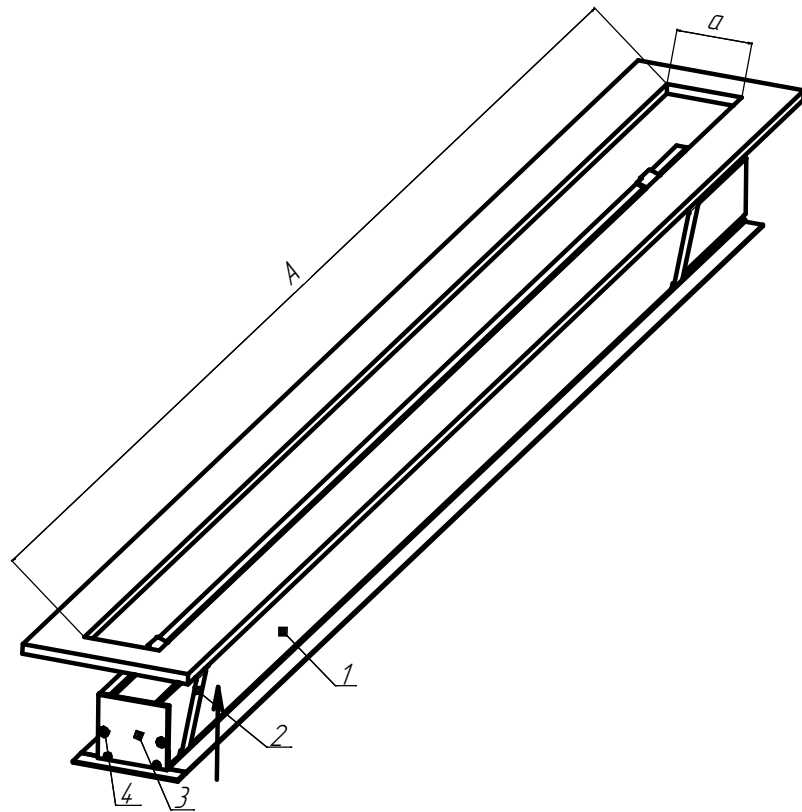
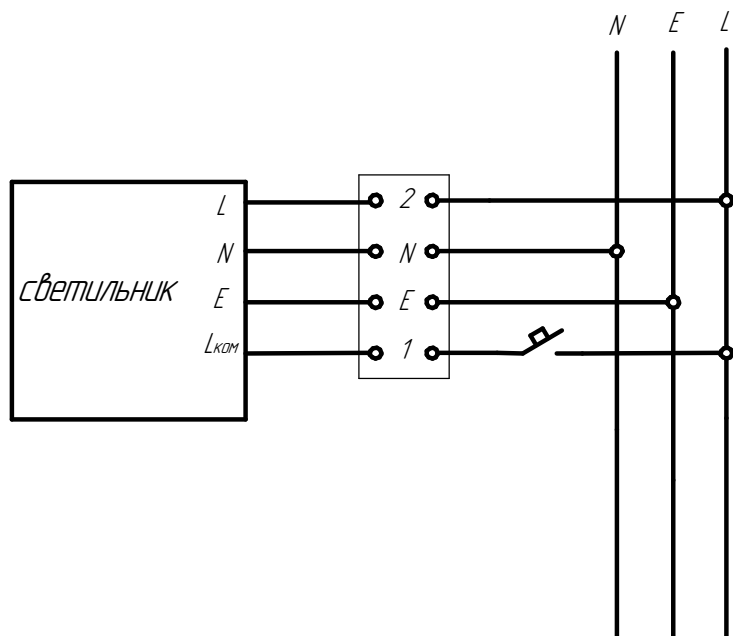
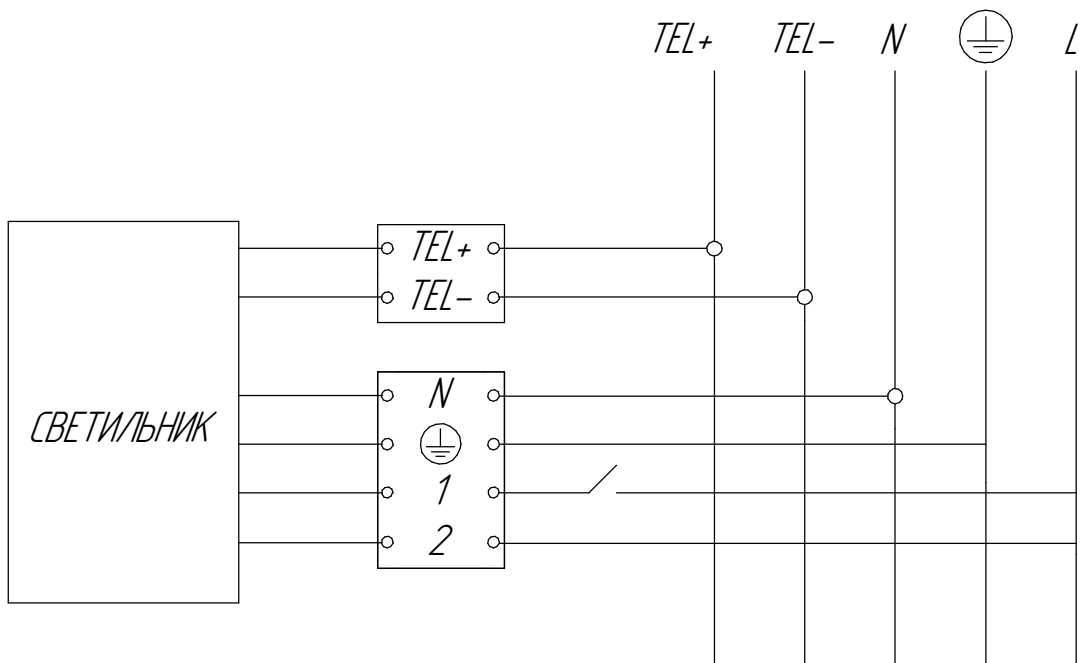

Рисунок 4 - Схема установки светильников в потолок
Рисунок 8 - Схема подключения светильника с БАП к сети.
Рисунок 9 - Схема подключения светильника с БАП с функцией TELECONTROL.
6.3.2 При установки одиночного светильника в потолок необходимо установить крышки торцевые ДВО02 (заказываются отдельно) (см. рисунок 4). Провести сетевые провода через проходной изолятор, установленный в торцевой крышке и подключить светильник к сети (см. рисунок 8 и рисунок 9).